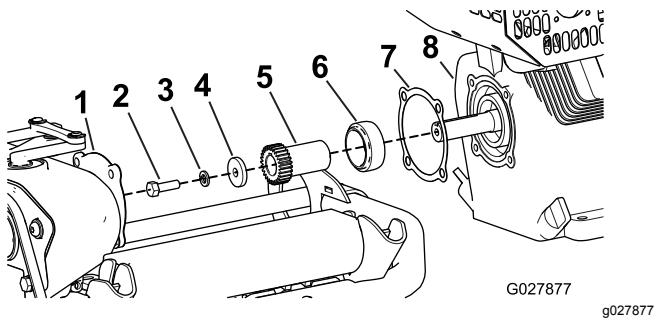

Figura 7
14. Retire y guarde todas las piezas de montaje del eje de salida del motor (Figura 7).